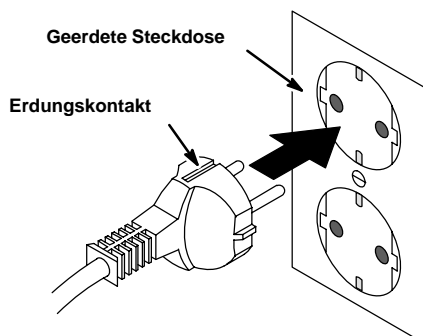

ABB. 8
1. Stecken Sie den Stecker des Netzkabels in eine geerdete Wandsteckdose (Abbildung 8).